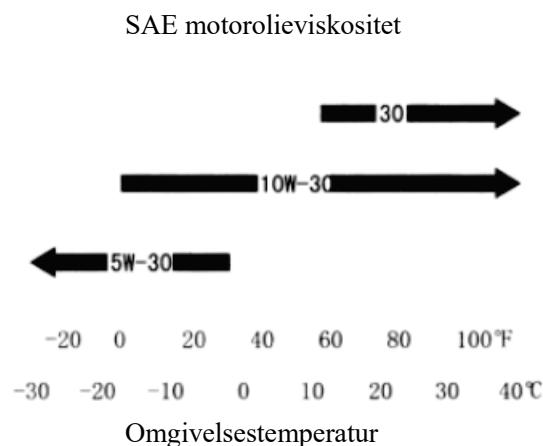

Fig. 4
4.3.3 Den anbefalede omgivelsestemperatur ved brug af maskinen er -15°C til 40°C . Det anbefales at bruge SAE 10W-30 motorolie, som stemmer overens med API-klassifikation SE, SF og SG. Fig. 4 nedenfor viser SAE viskositeter for motorolie.
d. Stil benzинmotoren, så den står vandret, og påfyld den anbefalede motorolie op til maksimum-afmærkningen på oliepinden. Olietypen, der skal påfyldes, fremgår af fig. 4 ovenfor.